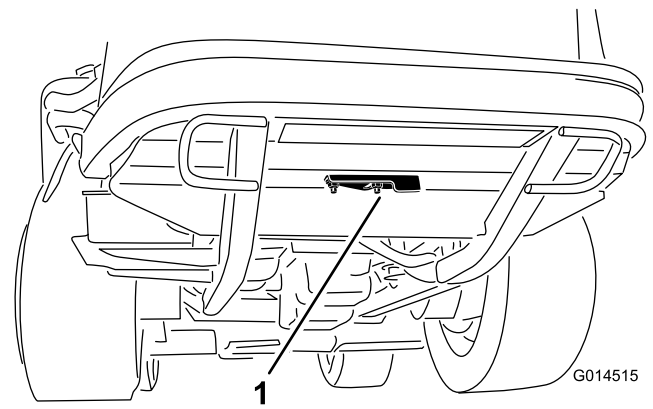

Figura 35
2. Allentate il dado flangiato che fissa il coperchio dell'accesso per la pulizia sotto il telaio posteriore (Figura 35). Ruotate il coperchio di lato per aprire accesso per la pulizia nel telaio.